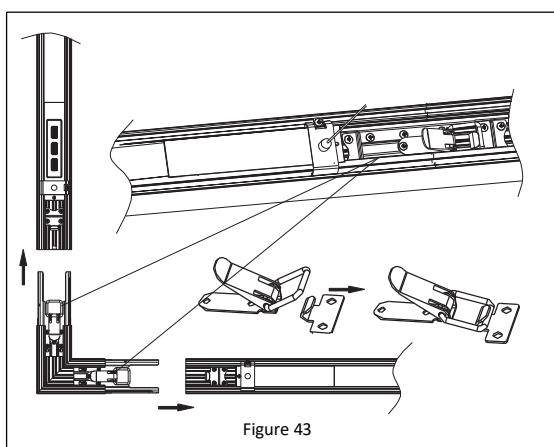

Figure 43
5. Insérez le connecteur en « L » dans le luminaire et accrochez le loquet à la griffe de jonction B, puis tirer sur la boucle de verrouillage pour fixer les luminaires ensemble. **Reportez-vous à la Figure 43.**